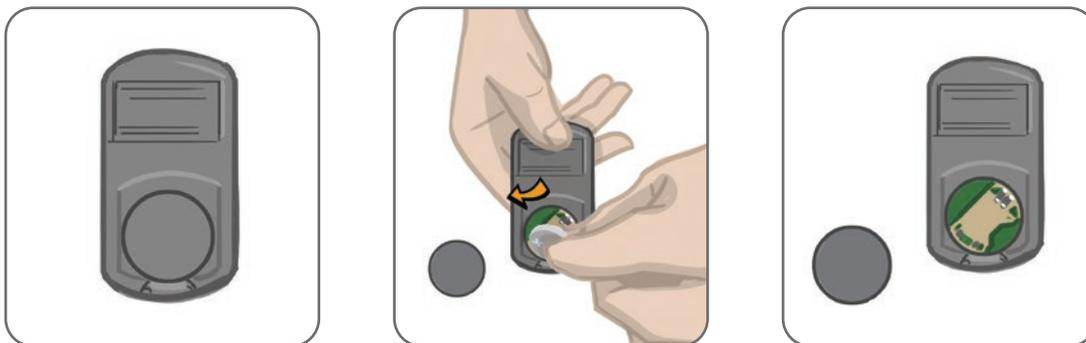

Abbildung 11-2: Austauschen der Batterie der Steuereinheit
1. Schieben Sie den Batteriefachdeckel über die dafür vorgesehene Mulde auf der Rückseite der Steuereinheit heraus. Falls Sie Schwierigkeiten beim Abnehmen des Deckels haben, können Sie eine kleine Münze zu Hilfe nehmen. Siehe Abbildung 11-2.